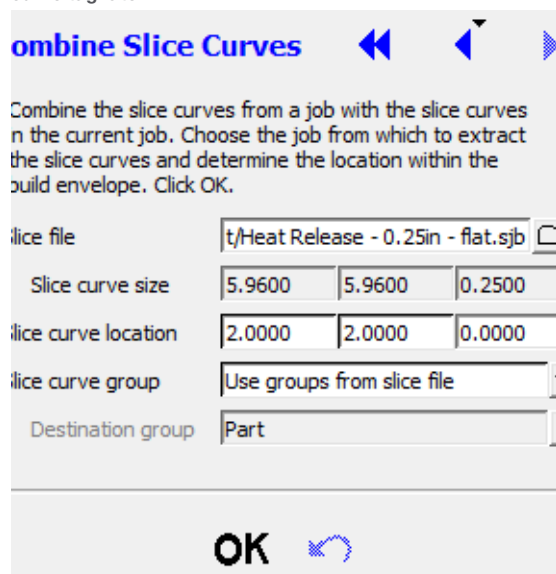
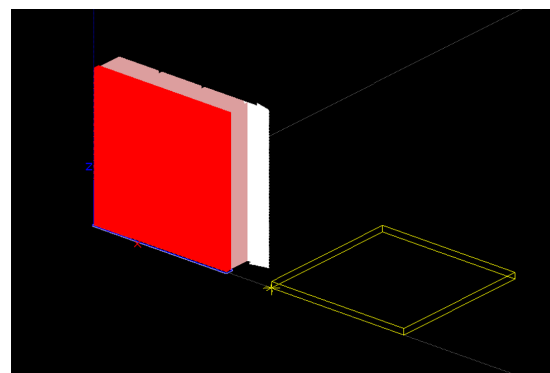
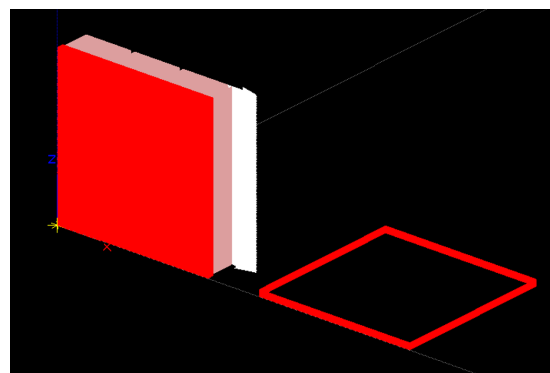

Figura 2. Menu sul lato destro dello schermo.
Figura 3. Casella gialla che mostra la posizione della nuova parte rispetto al file pre-caricato.
Figura 4. File della sezione combinato.
3. Selezionare il file di sezione da aggiungere (la dimensione della curva tagliata si popola automaticamente) e la compensazione della parte desiderata nella casella del menu sul lato destro della schermata (Figura 2). Quando si immettono i numeri per la compensazione, viene visualizzata una casella gialla delle dimensioni della nuova parte, che mostra la posizione esatta della nuova parte (Figura 3). Selezionare OK quando la parte si trova nella posizione giusta e i file delle sezioni si combinano (Figura 4).